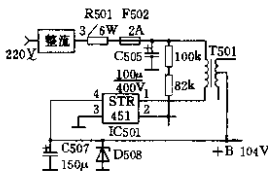

图2
答:该机电源的部分电路如图2所示。由图可见,要找到烧F502的原因是不难的。在电源厚膜电路IC501良好、负载无明显短路的情况下,造成F502熔断的原因一般是滤波电容C505击穿或开关变压器T501初级对地短路,其中C505损坏的情况较为多见。检修时,可先测C505,再查T501,一般很快便可找到故障所在。若对IC501之后的电路是否有故障拿不准,可先断开IC501再开机,看F502是否熔断,如此便可迅速判断故障。
答:所述情况确实较为常见。这几种厚膜电路均采用 4 脚(外壳为 1 脚)金属圆壳封装结构,其①、②、③、④脚分别为 C、E、G、B 脚,C、E、G、B 脚标注主要依据厚膜块内的大功率开关管的 c、e、b 三个极与集成块引脚间的连接关系,例如 e 极与②脚连接,则③脚便是 E 脚等。G 脚是厚膜块的取样端。有些资料中将 E、B 或 C、E 等脚标错,按此连接会使开关电源不工作或引起烧管故障。《无线电》1989 年第 9 期第 43 页上的图 2 有这几种厚膜集成块的正确电路及外形,可供连接时参考。